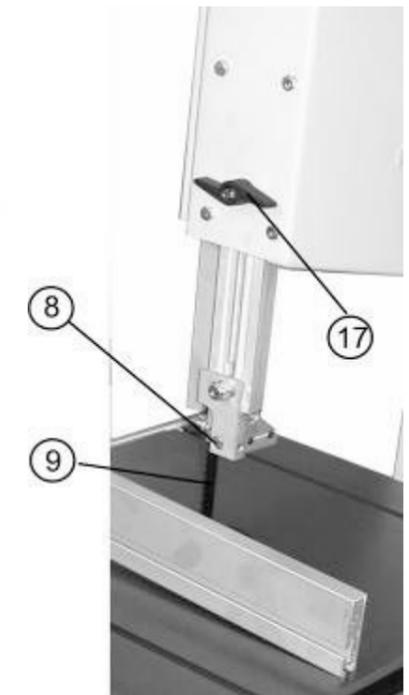

Рис.11
11.5. Регулировка высоты пиления (Рис.11)